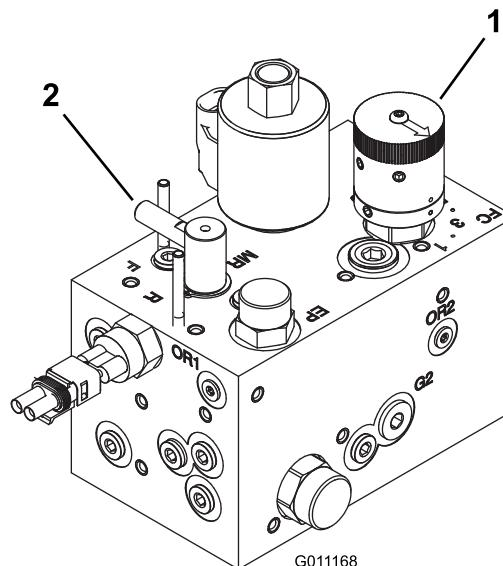

Figura 75
- Gire el mando de autoafilado a la posición de autoafilado (R). Gire el control de velocidad del molinete a la posición 1 (Figura 75).